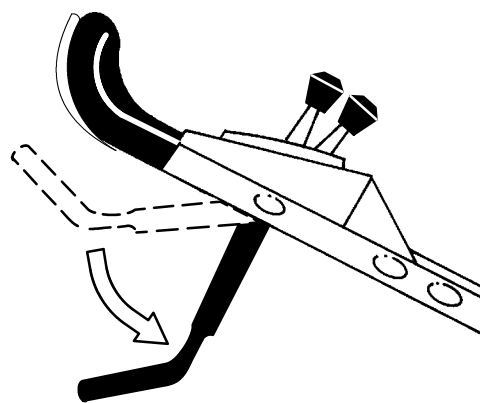

Figure 11
8. Abaisser la barre de commande dans la position la plus basse (Fig. 11).
3. Abaisser la barre de commande dans la position la plus basse (Fig. 11).